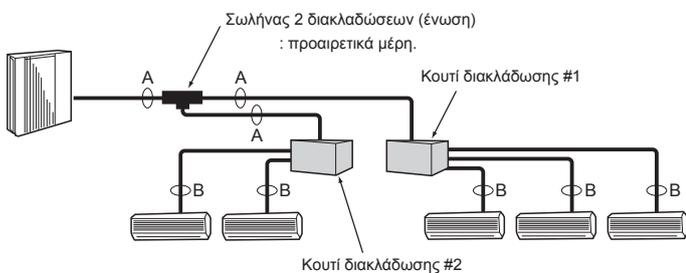

Fig. 4-3
4.3.2. Σύνδεση με κουτί διακλάδωσης (Fig. 4-3)